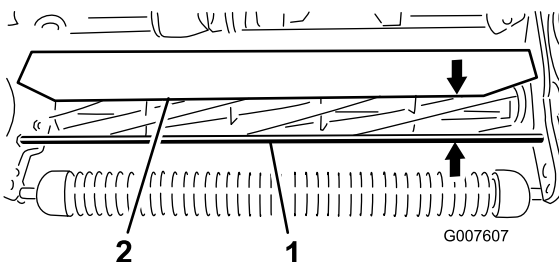

Figura 55
- Mida la distancia desde la parte superior de la varilla de soporte delantera hasta el borde delantero del deflector en cada extremo de la unidad de corte (Figura 55).